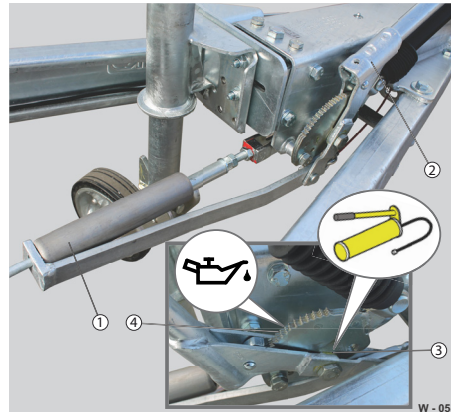

Abb. 48 Bremse: Schmierstellen
Der Federspeicher (Abb. 48/1) ist wartungsfrei. Bei Deformation oder Nichtfunktion ist dieser zu ersetzen.
- Handbremshebel mit Gasdruckfeder (Abb. 48/2) und Federspeicher (Abb. 48/1) auf Deformation prüfen.
- Etwas Maschinenöl auf das Zahnsegment (Abb. 48/4) tropfen.
- Lagerstelle (Abb. 48/3) mit Fett schmieren.